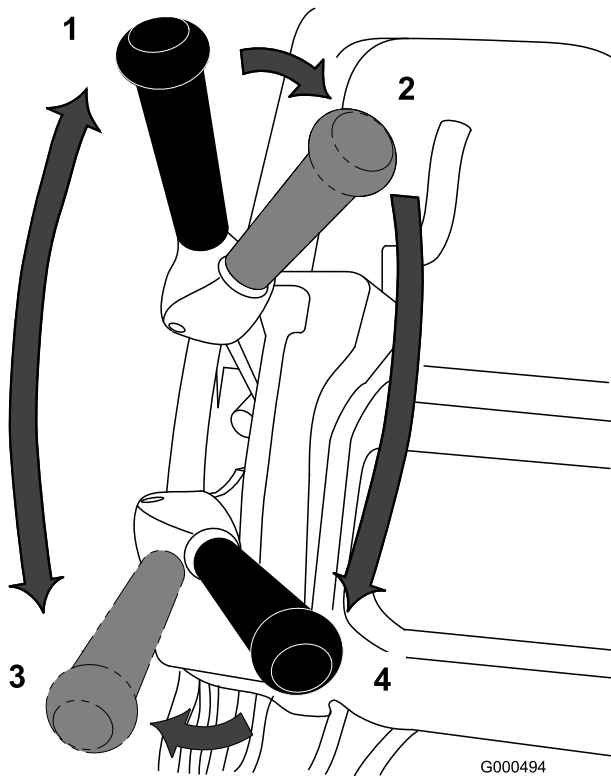

Bild 18
1. Starten Sie den Motor, stellen Sie den Gasbedienungshebel auf verringerte Geschwindigkeit, drücken Sie den Griff nach unten, um das Mähwerk anzuheben, schieben Sie den Fahrtriebshebel in die Stellung Aktiviert und transportieren Sie den Rasenmäher an eine Ecke der Rasenfläche (Bild 18).
2. Schieben Sie den Fahrtriebshebel auf die Stellung Deaktiviert und kuppeln Sie den Spindeltriebshebel ein (Bild 18).
- Schieben Sie den Fahrtriebshebel in die Stellung „Aktiviert“, geben Sie soviel Gas, bis der Rasenmäher die gewünschte Geschwindigkeit erreicht hat. Fahren Sie den Rasenmäher auf die Rasenfläche, lassen Sie den Rasenmäher vorne ab und starten Sie mit dem Mähen (Bild 18).